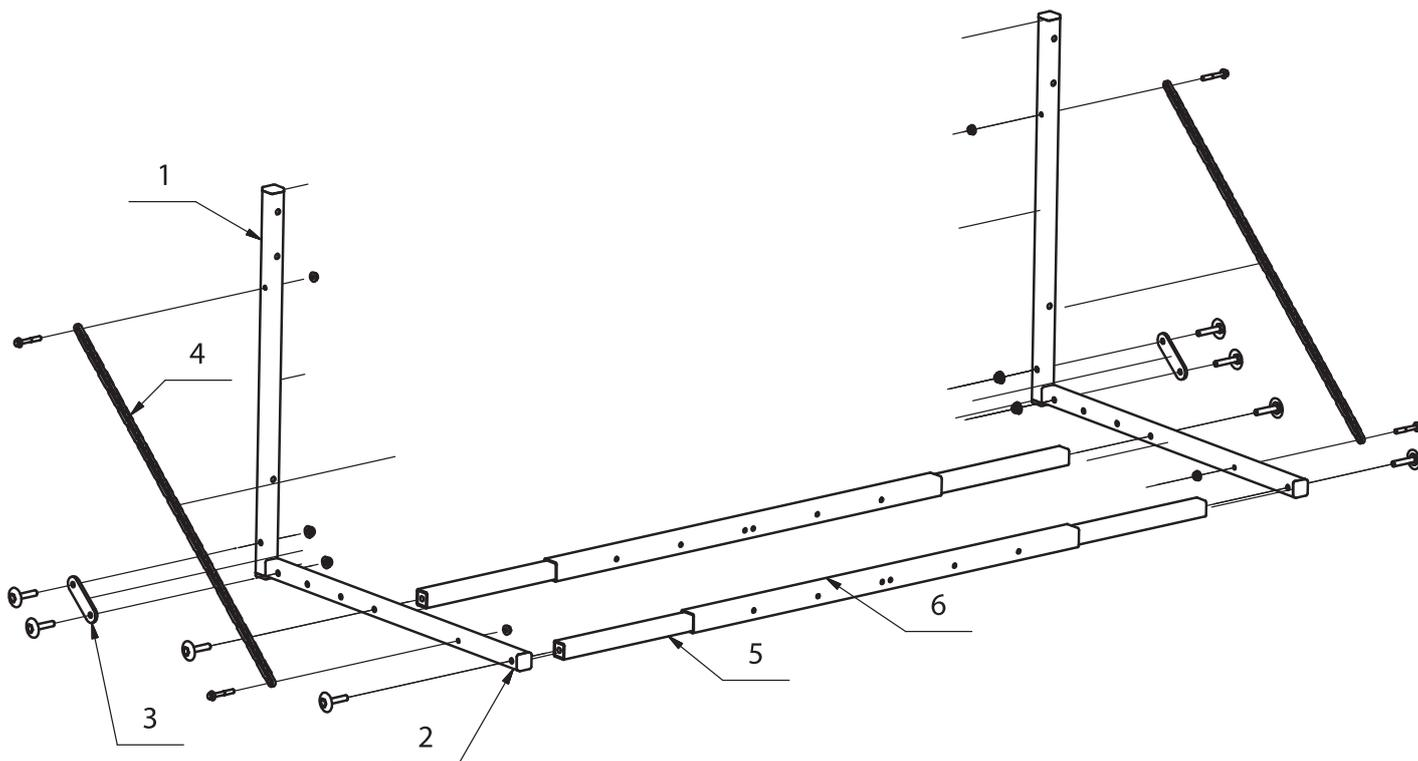

Рисунок 2 – Сборка полки
2. Произведите сборку полки согласно рис. 2.